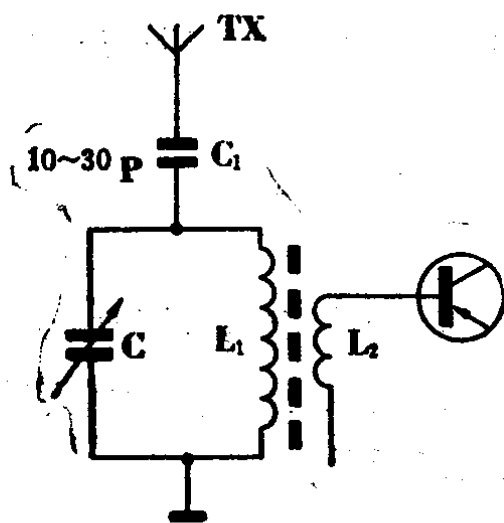

图1.6 电容输入式
1. 电容输入式：如图1.6，外加天线是通过一只电容器 C_1 ($10 \sim 30 P$) 接到调谐回路，其特点是频率低端灵敏度低，频率高端灵敏度高。